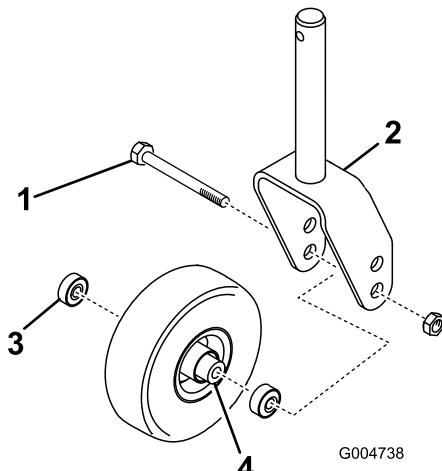

Figura 94
1. Retire la contratuerca del perno que sujeta el ensamble de la rueda giratoria entre la horquilla (Figura 94) o el brazo de pivote. Sujete la rueda giratoria y retire el perno de la horquilla o del brazo de pivote.
2. Retire el cojinete de la rueda y deje que se caiga el suplemento del cojinete (Figura 94). Retire el cojinete del otro lado de la rueda.